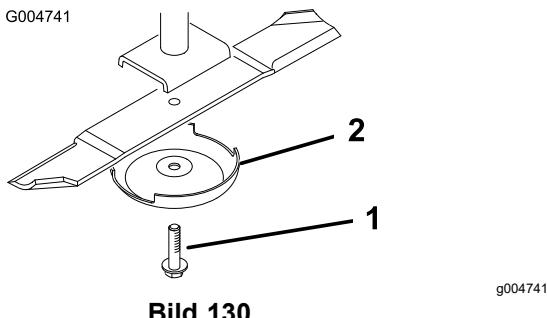

Bild 130
3. Entfernen Sie die Messerschraube, die Antiskalpiercuppe und das Messer von der Spindelwelle (Bild 130).